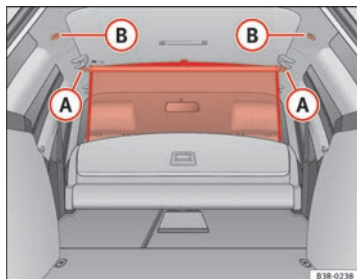

Fig. 121 Asole di fissaggio per la rete divisoria
- Ancorare l'asta trasversale agli occhielli **(B)** ⇒ fig. 121.
- Ancorare l'asta trasversale agli occhielli **(A)** ⇒ fig. 121.